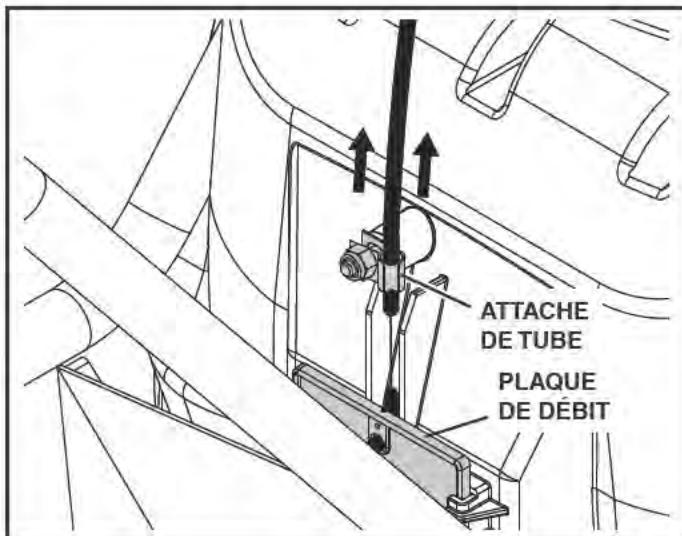

FIGURE 10
- Desserrez l'écrou qui retient l'attache de tube au-dessous de l'épandeur. Voir figure 10.
- Écartez les extrémités de l'attache jusqu'à ce que le câble puisse aller et venir sans effort. Voir figure 10.
- Maintenez l'attache de tube alignée et tirez sur le câble jusqu'à ce que la plaque de débit bouge légèrement, puis serrez l'écrou tout en maintenant l'attache de câble en place. Voir figure 10.